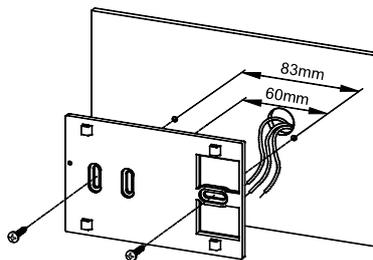
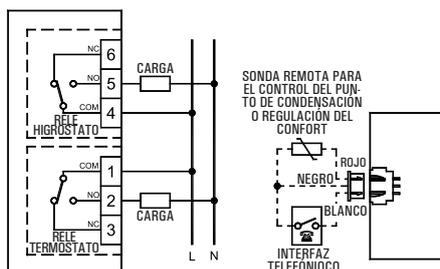
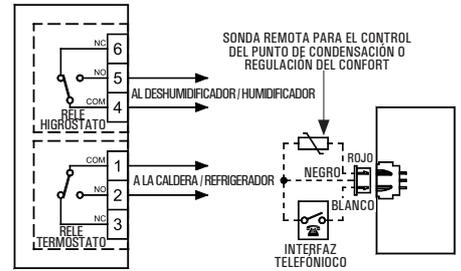

Fig. 3
Fig. 4
Fig. 5
- Fijar la placa directamente a la pared o en cajas de derivación de 2 o 3 módulos a través de los dos orificios para tornillos con una distancia entre sus ejes de 60 mm o bien 85 mm prestando máxima atención a que los cables pasen por la rejilla como se indica en la Fig. 3.
- Realizar las conexiones eléctricas haciendo pasar los cables a través de la abertura rectangular de la placa a muro (Fig. 3), siguiendo el esquema de conexión de Fig. 4 o Fig. 5.